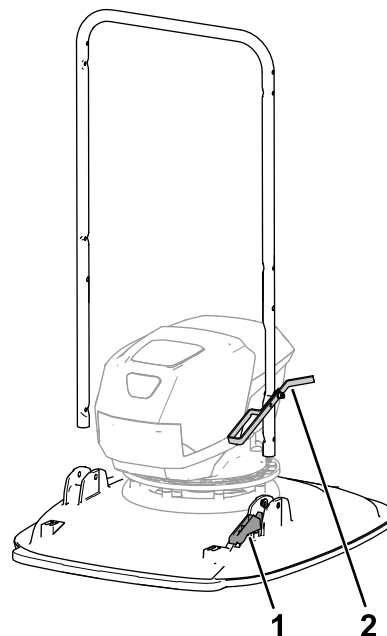

Рисунок 6
2. Вирівняйте стопор руків'я з кронштейном верхнього упора на деці (Рисунок 6).